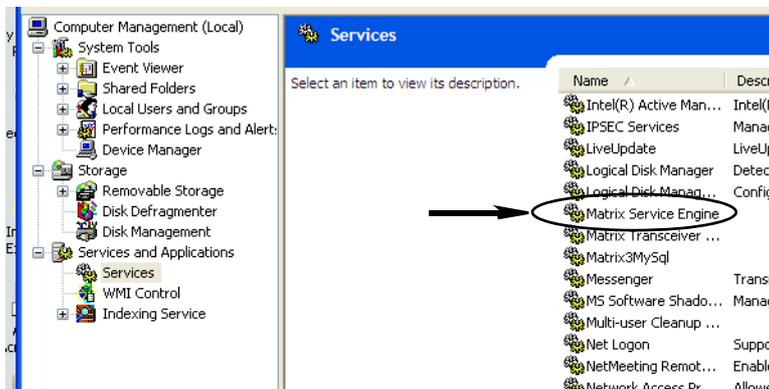

FIG. 37
d. Fare doppio clic su Matrix System Engine sull'elenco dei Servizi (FIG. 37).